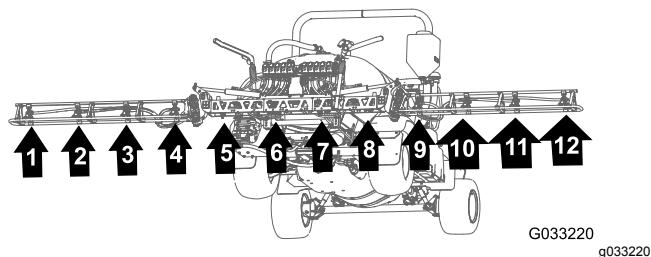
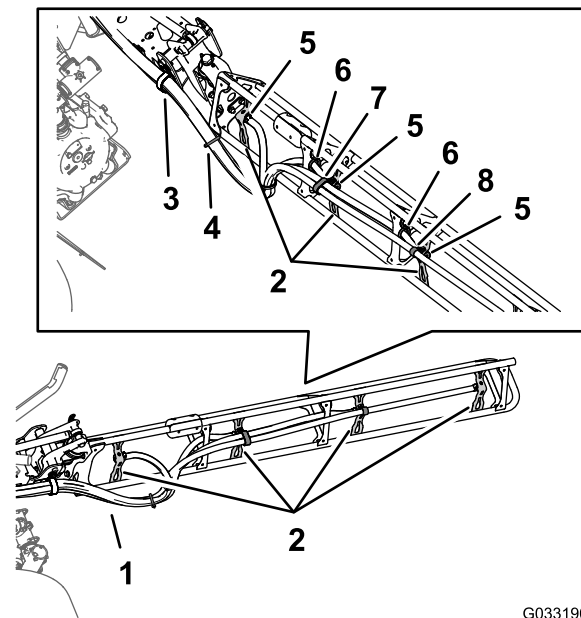

Figura 75
Figura 76
1. Disponete i flessibili degli ugelli dell'irroratrice 1, 2, 3 e 4 attraverso il serratubi a R nell'estremità esterna sinistra della sezione della barra centrale (Figura 75 e Figura 76).
2. Disponete i flessibili degli ugelli dell'irroratrice 7, 8, 9 e 10 attraverso il serratubi a R nell'estremità esterna destra della sezione della barra centrale (Figura 75 e Figura 76).
della barra verso gli ugelli dell'irroratrice 1 e 10, come illustrato nella Figura 75 e Figura 76.
4. Disponete i flessibili di alimentazione da 234 cm e i portagomma dentellati ($\frac{3}{4}$ ") lungo la sezione della barra verso gli ugelli dell'irroratrice 2 e 9, lungo la sezione della barra, come illustrato nella Figura 75 e Figura 76.
5. Disponete i flessibili di alimentazione da 188 cm e i portagomma dentellati ($\frac{3}{4}$ ") lungo la sezione della barra verso gli ugelli dell'irroratrice 4 e 8, come illustrato nella Figura 75 e Figura 76.
6. Disponete i flessibili di alimentazione da 188 cm e i portagomma dentellati ($\frac{3}{4}$ ") lungo la sezione della barra verso gli ugelli dell'irroratrice 4 e 7, come illustrato nella Figura 75 e Figura 76.
7. Raggruppate i 4 flessibili degli ugelli dell'irroratrice insieme con una fascetta per cavi, come illustrato nella Figura 76.